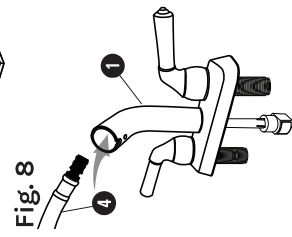

Fig. 8
- Insérez le **tuyau de douchette** dans le bec verseur jusqu'à ce que la douchette à main repose dans le bec verseur (voir la fig. 8).
- Attachez le **poide** au tuyau flexible, alignez-le avec l'étiquette marquée et et assemblez-le (voir la fig. 8).